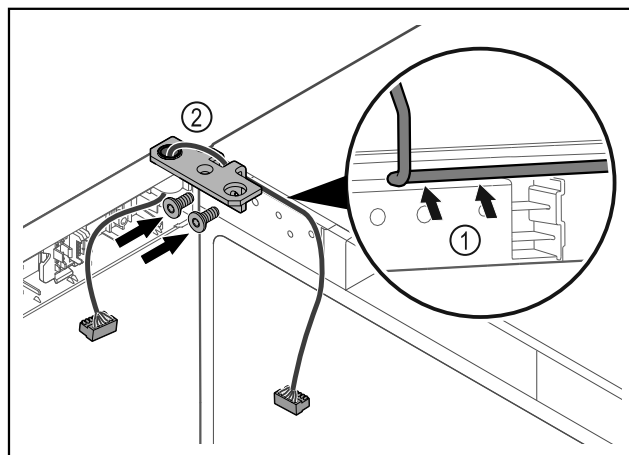

Fig. 43
- ▶ Dirijați cablul prin degajarea colțarului balamalei și dispuneți-l cu precauție Fig. 43 (1).
- ▶ Înșurubați Fig. 43 (2) colțarul balamalei.